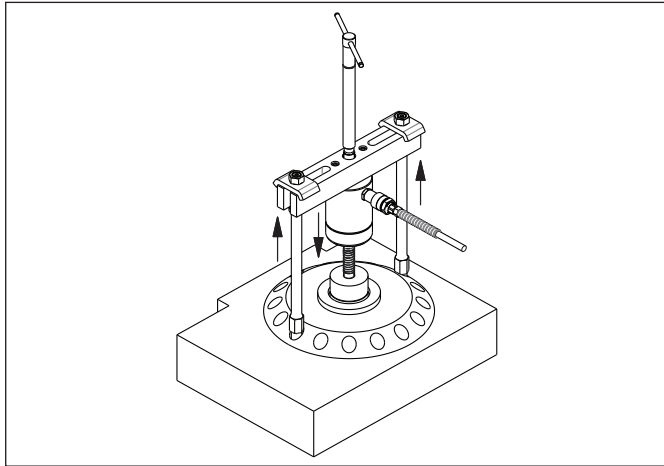

Figura 11, Extractor cu jug (tipic)
Extractorul cu jug poate fi utilizat independent prin atașarea picioarelor direct pe piesa de lucru care trebuie extrasă (consultați Figura 11). În acest caz, picioarele extractorului trebuie înfiletate direct în piesa de lucru (consultați secțiunea 11.7 pentru specificațiile de înfiletare). Alternativ, extractorul cu jug poate fi utilizat împreună cu accesoriul separator de rulmenți (consultați secțiunea 7.5) sau cu extractorul cu prindere interioară (consultați secțiunea 7.6).
- Instalați extractorul pe rulment, fulie sau pe altă piesă care trebuie extrasă. Aliniați picioarele extractorului. Consultați Figura 11.